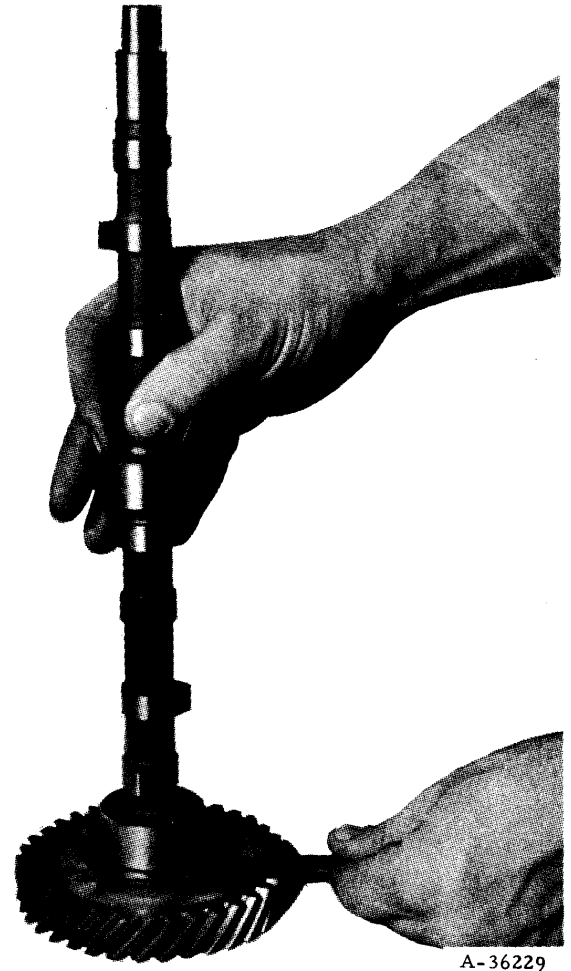

Fig. 70.- Mesure du jeu axial
- Vérifiez le jeu axial de l'arbre à cames à la plaque de poussée. Si ce jeu est supérieur à 0,3 mm, changez la plaque de poussée (fig. 70).